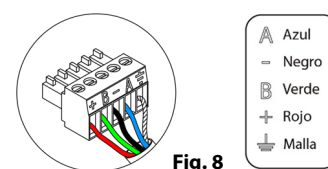

Fig. 8
Para la conexión al bus de conexión Airzone de la central ⑥ dispone de 1 borna de 5 pines. Fije los cables con los tornillos de la borna respetando el código de colores (Fig. 8).